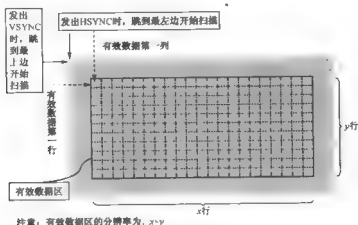

图 13-2 显示器显示原理解释
此外，在显示器显示图像时，会在显示器的边缘部分看到黑色的边框，如图 13-2 所示，图中四周存在黑色的边框，具体原因如下：
显示分辨率又称屏幕分辨率，是指显示器屏幕上显示的有效像素点的数目，如图 13-2 所示。
(1) VSYNC 信号有效时,表示开始显示一帧数据。
(2) VSPW 表示 VSYNC 信号的脉冲宽度为 (VSPW+1) 个 HSYNC 信号周期,即这 (VSPW+1) 行数据是无效的。
(3) VSYNC 信号脉冲之后,要经过 (VBPD+1) 个 HSYNC 信号周期,开始传输有效数据,所以在 VSYNC 信号有效之后,总共还要经过 (VSPW+1+VBPD+1) 个无效行,第一个有效行才出现,它对应图 13-2 上方的黑色边框。
(4) 随后发送 LINEVAL+1 行有效数据。
(5) 最后是 (VFPD+1) 个无效行,它对应图 13-2 下方的黑色边框,完整的一帧结束,紧接着就是下一帧数据的开始(下一个 VSYNC 信号)。
(1) HSYNC 信号有效表示开始显示一行数据。
(2) HSPW 表示 HSYNC 信号的脉宽为 (HSPW+1) 个 VCLK 信号周期，即 (HSPW+1) 个像素，这 (HSPW+1) 个像素是无效的。
(3) HSYNC 信号脉冲之后，要经过 (HBPD+1) 个 VCLK 信号周期，有效数据才会出现，所以在 HSYNC 信号有效之后，总共还要经过 (HSPW+1+HBPD+1) 个无效像素，第一个有效像素才出现，它对应左边的黑色边框。
(4) 发送 HOZVAL+1 个像素的有效数据。
(5) (HFPD+1) 个无效像素，它对应图 13-2 右边的黑色边框，完整的一行结束，紧接着就是下一行数据的开始（下一个 HSYNC 信号）。